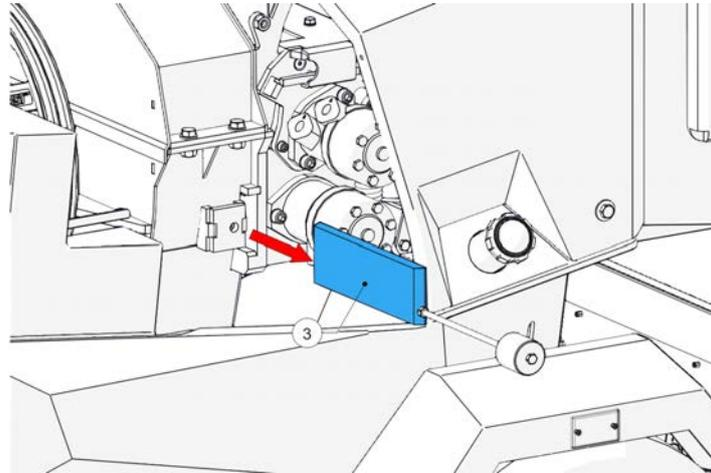

Figure 67 - Enclume retirée
10. À l'aide du marteau à inertie, retirez l'enclume (3, Figure 67) par le côté de la chambre.